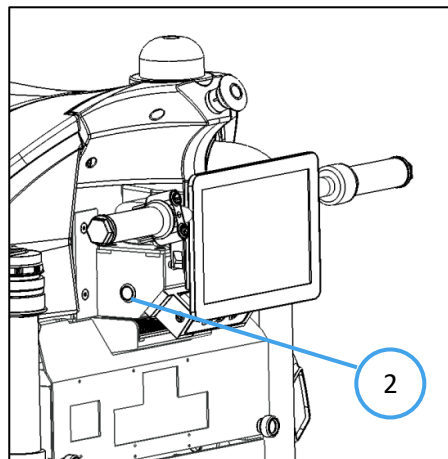

Fig. 2
3. Druk op de RESET knop (Fig. 2 - 2) links van het startpaneel; de robot-LED's zullen blauw worden, en er zal een "Motor"-geluid te horen zijn dat het opstarten aangeeft.